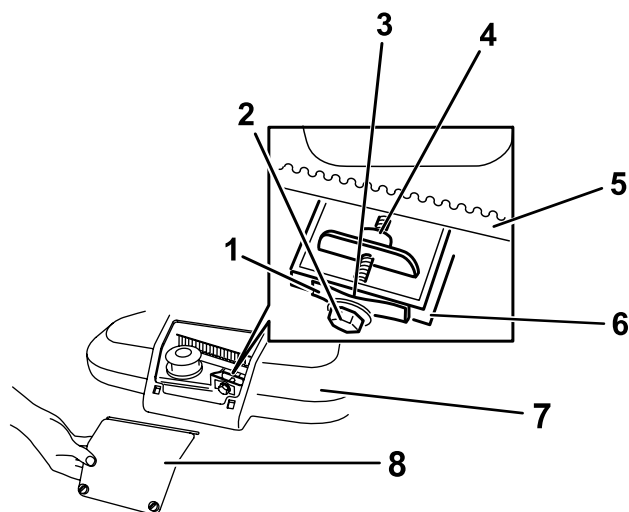

Figura 36
1. Desaperte os dois parafusos um quarto de volta no painel de acesso da cobertura da correia e retire o painel (Figura 36).